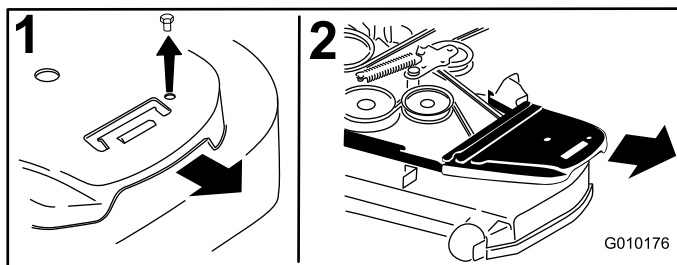

Figure 70
4. Retirez les couvercles de courroie (Figure 70).